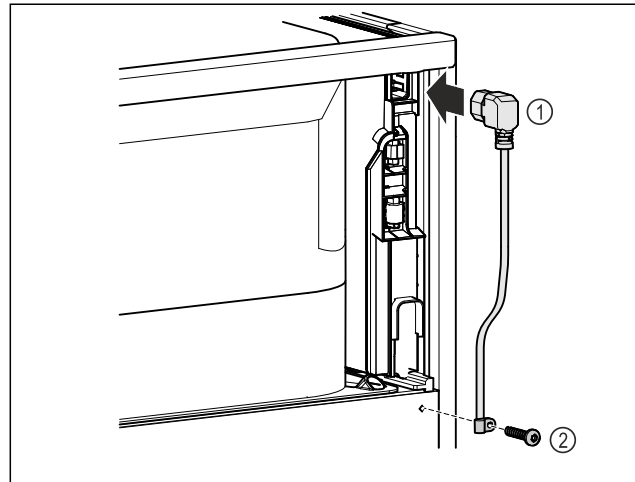

Fig. 8
- ▶ Kaltgerätebuchse der Netzanschlussleitung Fig. 8 (1) auf der Rückseite des Geräts einstecken.
- ▶ Zugentlastung montieren. Fig. 8 (2)